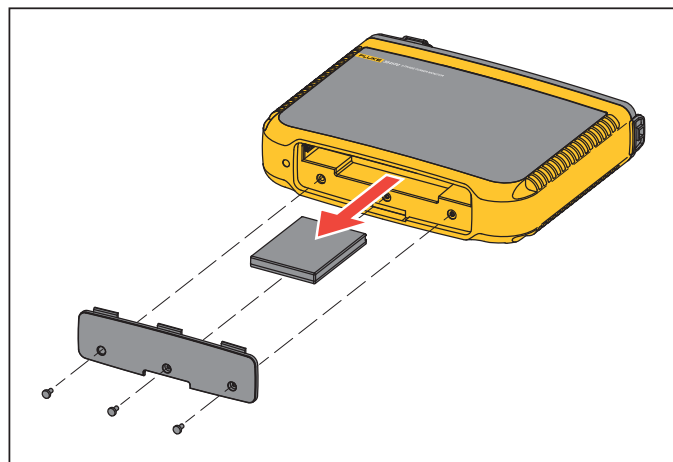

Figura 15. Sostituzione della batteria
1. Allentare le tre viti e rimuovere lo sportellino della batteria. Vedere la Figura 15.